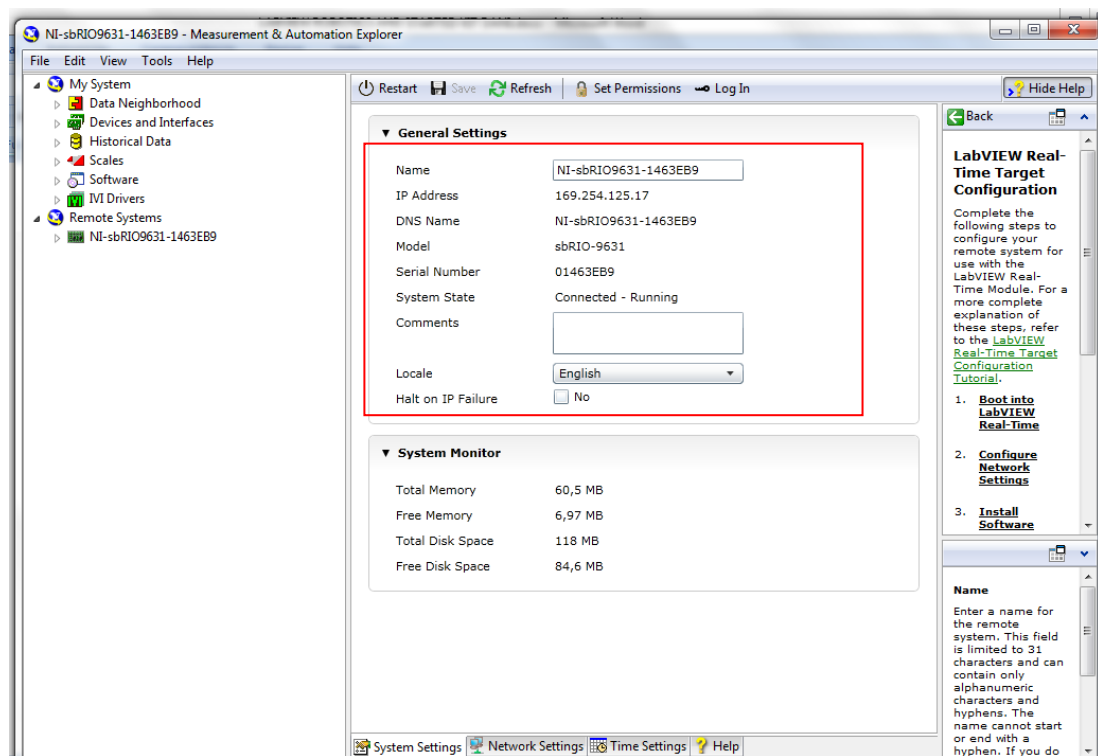

Fig. 4 Características de la tarjeta NI-sbRIO9631 Robot DANI.
2. Se desplegara la pestaña de Remote systems y debemos ver la tarjeta RIO que se llama NI-sbRIO9631-1463EB9 y se oprime sobre ella para observar lo que se ve en la Fig. 4.